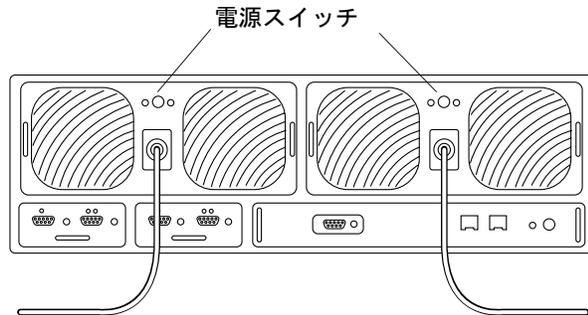

図 5-2 電源スイッチの位置
4. 両方のアレイの電源・冷却装置の電源スイッチを押して、AC 電力の供給を停止します (図 5-2)。